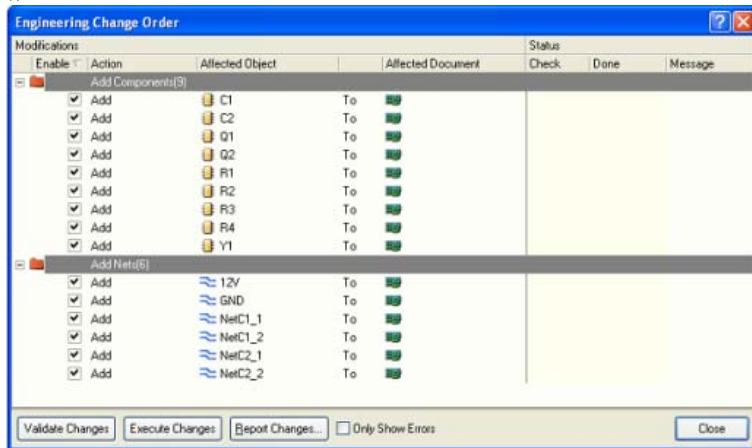

图6-14 信息导入
2. 选择Design>>Update PCB Document (multivibrator.pcbdoc)。该工程被编译并且工程变更命令对话框显示出来，如图6-14所示。